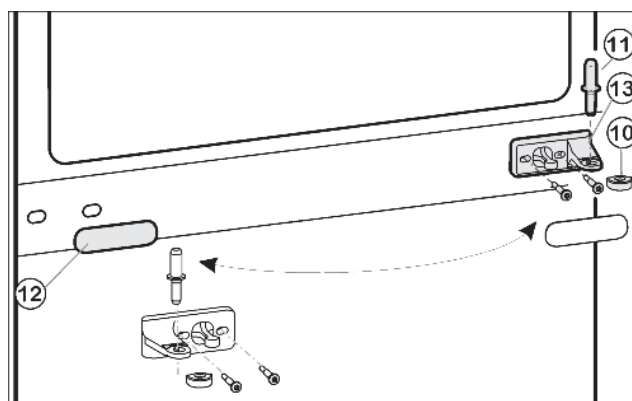
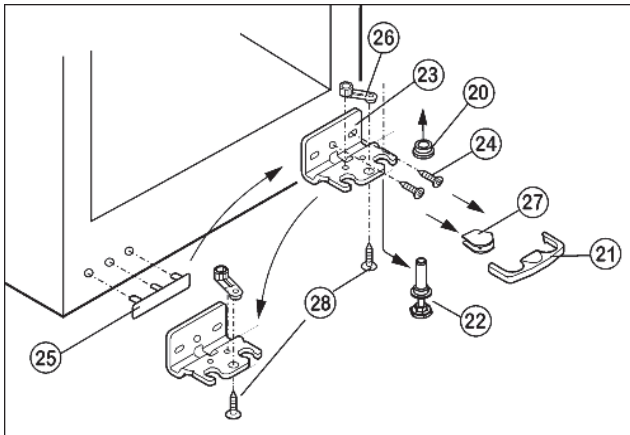

Fig. 5
Fig. 6
- Retirer le pivot d'appui central Fig. 5 (11) de sa charnière et de la porte inférieure.
- Retirer le capuchon en matière plastique Fig. 5 (10).
- Démontez la charnière du milieu Fig. 5 (13).
- Retirer avec précaution le panneau-cache Fig. 5 (12).
- Placer la charnière du milieu Fig. 5 (13) tournée à 180° du nouveau côté de la charnière.
- Faire encliqueter le panneau-cache Fig. 5 (12) tourné à 180° du nouveau côté de la poignée.
- ▶ Enlever le dispositif d'arrêt Fig. 6 (21) vers l'avant.
- ▶ Enlever le cache Fig. 6 (27) en bas.*
- ▶ Visser entièrement le pied réglable. Fig. 6 (22)
- ▶ Enlever le pivot Fig. 6 (22) vers le bas et vers l'avant. Ce faisant, respecter la douille de charnière Fig. 6 (20).
- ▶ Dévisser la charnière Fig. 6 (23)(2 x vis Torx 25) Fig. 6 (24).
- ▶ Dévisser l'élément pivotant Fig. 6 (26)(1 x vis Torx 25) Fig. 6 (28) et le replacer dans le logement opposé de la charnière, ensuite le revisser.
- ▶ Soulever le cache Fig. 6 (25) du côté poignée avec précaution et le déplacer.
- ▶ Visser à fond la charnière Fig. 6 (23) sur le nouveau côté charnière avec une visseuse sans fil, en opérant à partir du trou oblong extérieur et du trou circulaire.
- ▶ Mettre le cache Fig. 6 (27) sur le côté opposé.*
- ▶ Le dispositif d'arrêt (21) doit s'enclencher latéralement sur la charnière afin de protéger les pivots d'appui et la porte.
- ▶ Replacer le dispositif d'arrêt (21) sur la charnière.
- ▶ Remettre en place la douille de charnière Fig. 6 (20).
- ▶ Placer la porte supérieure par le haut sur le pivot d'appui inférieur Fig. 6 (22).
- ▶ Remettre le capuchon en plastique Fig. 5 (10) sur la charnière du milieu Fig. 5 (13).
- ▶ Placer le pivot du milieu Fig. 5 (11) sur le nouveau côté charnière à travers la charnière du milieu Fig. 5 (13) dans la porte inférieure.
- ▶ Placer la porte supérieure sur le pivot du milieu Fig. 5 (11).
- ▶ Placer la vis du milieu dans la charnière Fig. 6 (23) inférieure dans un trou oblong vide.
- ▶ Ajuster les portes évent. au-dessus des deux trous oblongs la charnière inférieure Fig. 6 (23) et la charnière du milieu Fig. 5 (13) en alignement avec l'habillage de l'appareil.